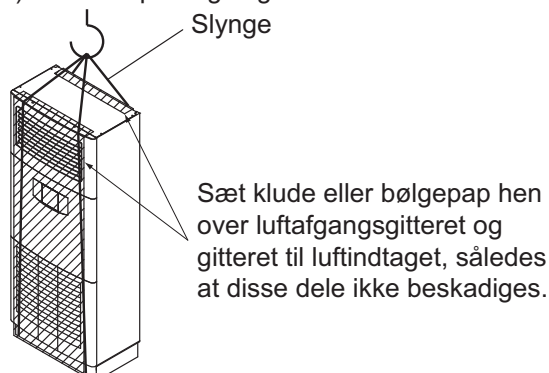

Fig. 1
- Når enheden ophænges til løft, brug da en slynge af blødt materiale (lavet af klude, nylon osv.) som vist nedenfor. **(Se fig. 1)**
(1) Horisontal ophængning
(2) Vertikal ophængning